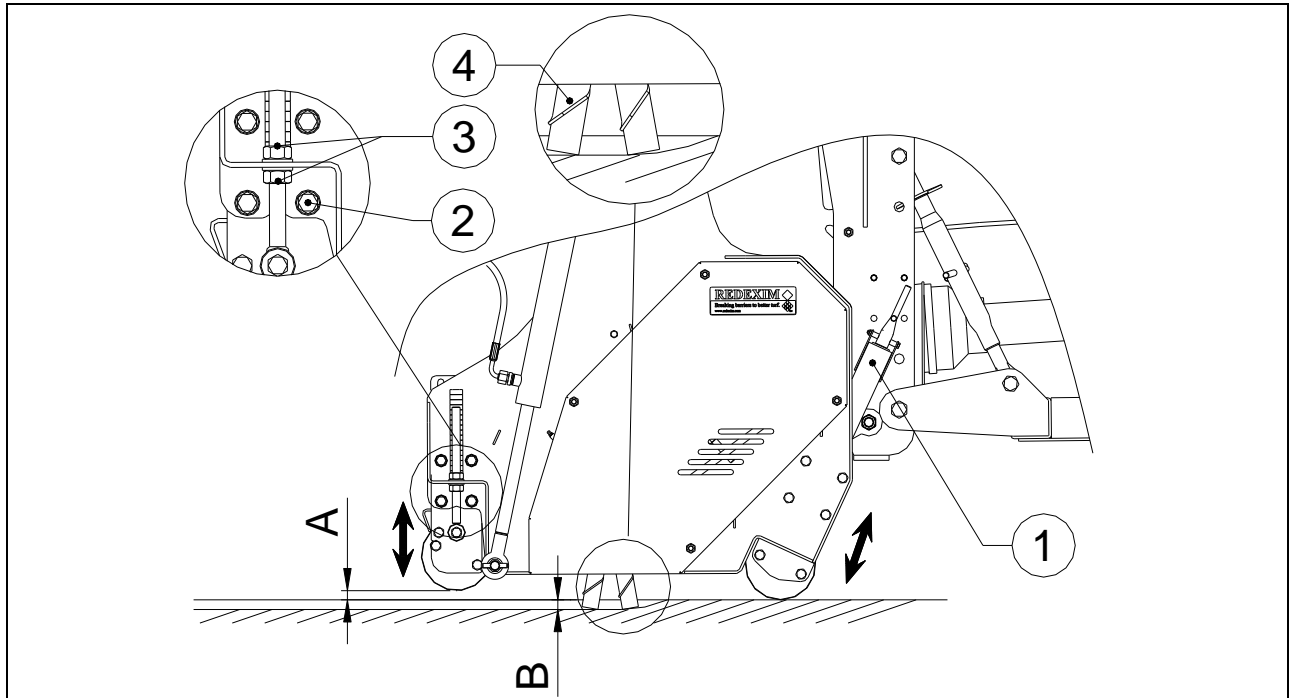

Fig. 9
A tale proposito, compiere le seguenti operazioni: (si veda fig.9)
- ⚠ **Se sono state montate delle lame di avvolgimento (fig. 9, elemento 4), non regolare mai la profondità della macchina su un valore maggiore, in modo che le lame di avvolgimento rimangano sopra la superficie.
Se sono state montate delle lame di avvolgimento (fig. 9, elemento 4), non regolare mai la profondità della macchina su un valore maggiore, in modo che le lame di avvolgimento rimangano sopra la superficie.
2. Togliere la forcella (2) e le ruote (3) spostandole verso il basso.
3. Regolare l'altezza desiderata variando gli anelli di riempimento (4).
4. Riavvitare le ruote (3) nel punto di rotazione (5) e fissarle con la forcella (2).
5. (fig. 9) Su entrambi i lati della macchina svitare i bulloni (2) e regolare il rullo posteriore con i dadi (3) in modo che la distanza sopra il terreno (A) sia di 10 mm. Regolarla su entrambi i lati.  A tale proposito usare gli adesivi di indicazione sui mandrini.
6. (Fig. 9) Montare bulloni (2) e dadi (3) e serrarli bene.